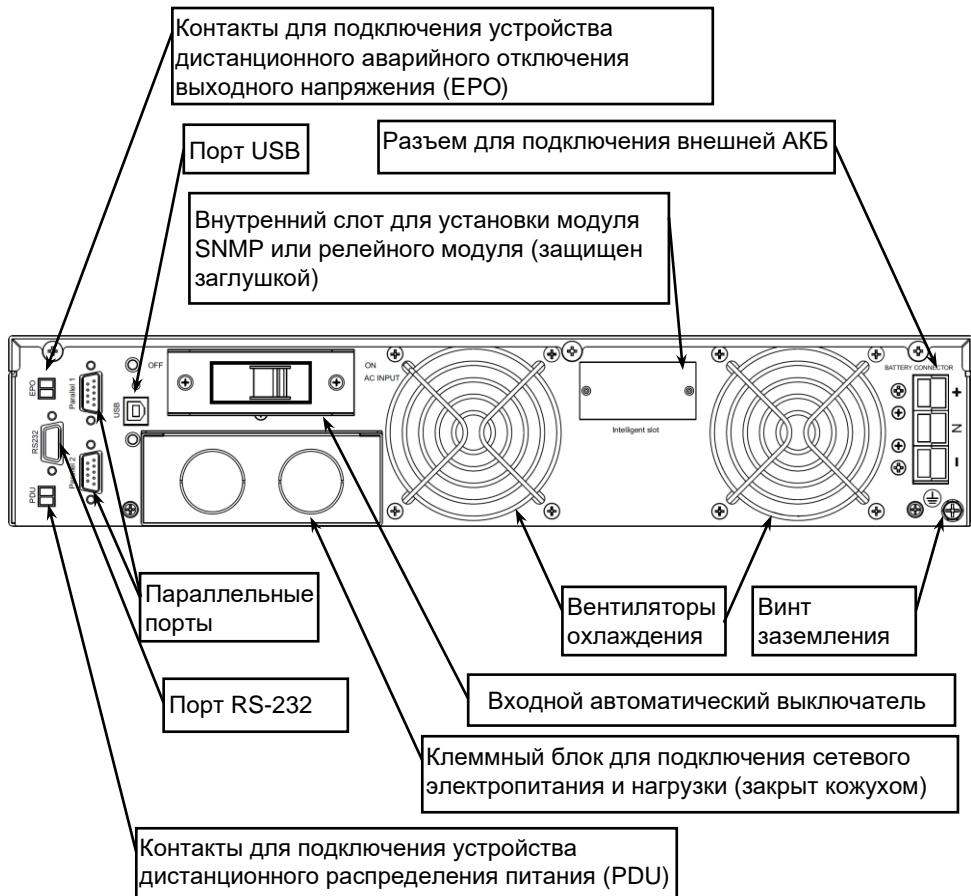

Рисунок 2 — Общий вид задней панели изделия
**На задней панели изделия** расположены: клеммный блок для подключения цепи заземления, сетевого напряжения электропитания и нагрузки, разъем для подключения внешней аккумуляторной батареи, вентиляторы охлаждения и разъемы коммутационных портов (см. рисунок 2).
Соедините винт заземления изделия (см. рисунок 2) с контуром заземления телекоммуникационного шкафа перемычкой заземления (в комплект поставки не входит).